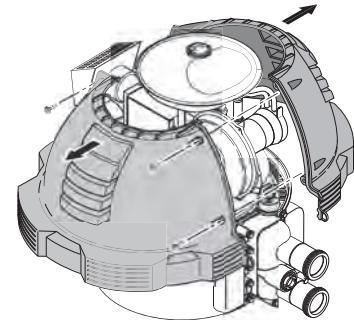

Figura 35.
1. Remueva los pernos y separe las mitades de la sobrecubierta (ver la Figura 35).